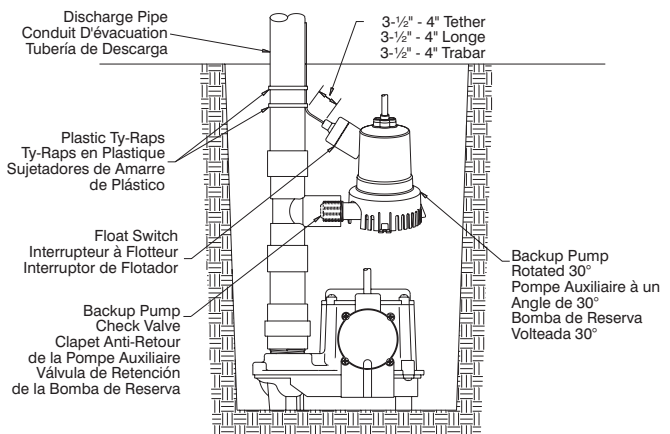

Figure 6
- Attach the mechanical float switch to the discharge pipe using the provided ty-raps to hold the float switch cable to the pipe. The tether length should be 4 inches. The float switch must not hang lower than the inlet of the backup pump and must be at least 4 inches below the top of the sump when the float switch is raised to its maximum vertical position. See Figure 6. **CAUTION:** Move the float switch up and down (on and off positions) to make sure there are no obstructions inside the sump or lid. It may be necessary to lower or raise the float switch on the discharge pipe. Tether length can be reduced to 3-1/2 inches, minimum.
- Fixer l'interrupteur à flotteur mécanique au conduit d'évacuation à l'aide des attaches ty-rap afin de bien maintenir le câble de l'interrupteur à flotteur au conduit. La longueur de la longe doit être de 10 cm (4 po). L'interrupteur à flotteur ne doit pas être suspendu plus bas que l'orifice d'entrée de la pompe auxiliaire et doit être au moins 10 cm (4 po) en dessous de la partie supérieure du puisard lorsque l'interrupteur à flotteur est élevé à sa position verticale maximale. Voir la Figure 6. MISE EN GARDE: Déplacer l'interrupteur à flotteur vers le haut et vers le bas (positions allumée et éteinte) pour vérifier qu'il n'y a pas d'obstructions à l'intérieur du puisard ou du couvercle. Il peut s'avérer nécessaire de descendre ou de monter l'interrupteur à flotteur dans le conduit d'évacuation. La longueur de la longe peut être réduite à 8,9 cm (3 ½ po) au minimum.